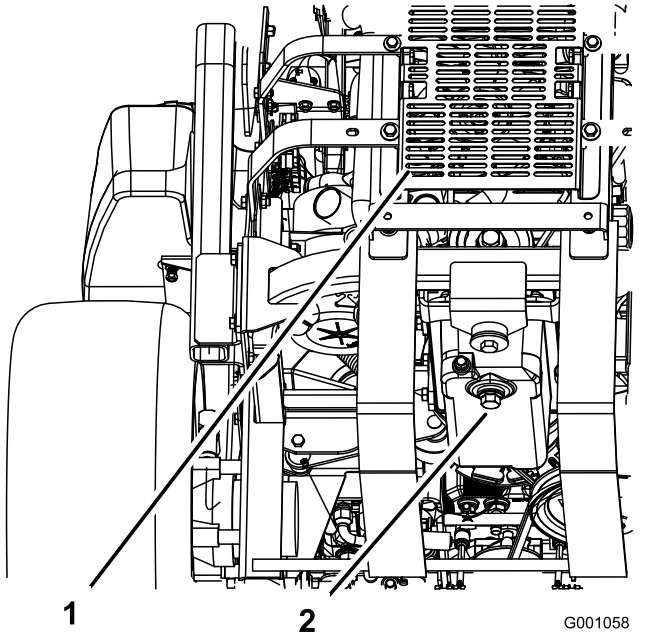

Figura 62
- Coloque un recipiente debajo del orificio de drenaje de aceite. Retire el tapón de vaciado y deje que el aceite se drene completamente (Figura 62).